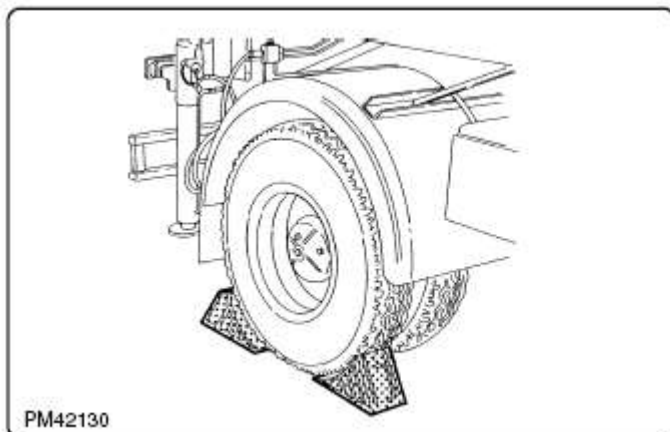

Рис. 6.5.1
1. Зафиксируйте транспортное средство в наиболее удобном положении с помощью стояночного тормоза и поместите клинья под ведущие колеса (см. рис. 6.5.1)